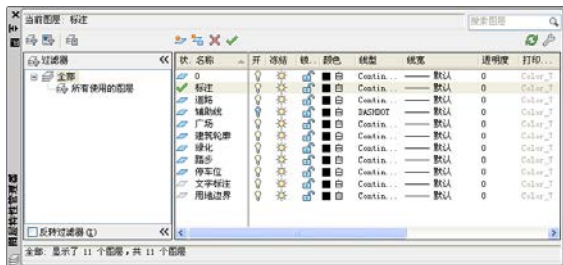

图 15.152 建立“标注”图层
(1) 打开图层特性管理器, 将“标注”图层置为当前层, 如图 15.152 所示。